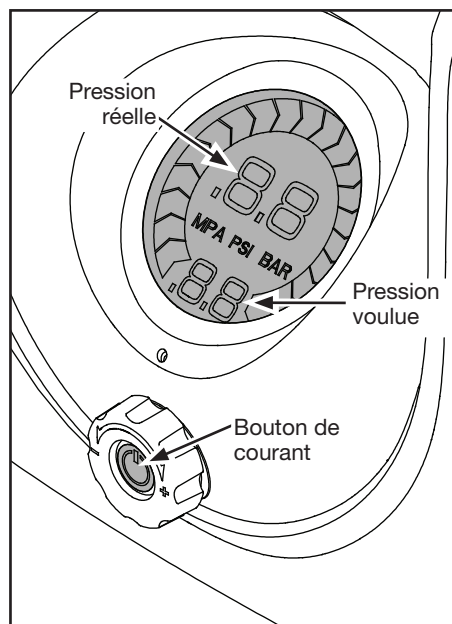

Figure 6 - Manomètre numérique et Bouton de courant
5. Enfoncer le bouton de courant (voir la figure 6).
6. Lorsque l'article atteint la fermeté voulue, enfoncer le bouton de courant à nouveau pour arrêter le gonflement (voir la figure 6). La pression réelle apparaîtra alors sur la jauge numérique.
5. Enfoncer le bouton de courant (voir la figure 6). L'appareil s'éteindra automatiquement lorsqu'on atteint la pression réglée.